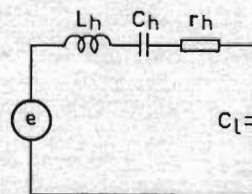
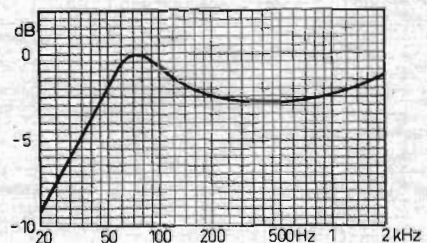

Fig. 8. Ekvivalent schema för högtalare inmonterad i sluten högtalarlåda.
Fig. 9. Frekvenskurva för system enl. fig. 8. Basresonansen höjes genom seriekopplingen av  $C_l$  och  $C_h$ .
Fig. 9 visar sista etappen vid framställningsproceduren. Den sågade germaniumskivan av 0,4 mm:s tjocklek (1) slipas ner till 0,2 mm:s tjocklek. Ur denna skär man sedan ut rektangulära små plattor av storleken  $4 \times 1,5$  mm
Fig. 9. Olika komponenter i den färdiga transistoren: 1) sågad germaniumskiva, 2) liten etsad platta av germanium, storlek  $4 \times 1,5$  mm, 3) germaniumplatta försedd med »indiumknappar», 4) germaniumplatta med pålörd baselektrod, 5) silvertrådar lödes på »indiumknapparna», 6) den färdiga transistoren innan höljet (7) påsatts.
serie med den ekvivalenta kretsen för högtalaren (jfr fig. 8). Därigenom höjes resonansfrekvensen (kapacitansen för två seriekopplade kapacitanser är ju mindre än den minsta kapacitansen i kretsen). Ju större den tillkommande »lådkapacitansen» är, ju mindre blir emellertid höjningen av basresonansfrekvensen. Den slutna högtalarlådan måste därför göras så stor som möjligt (den ekvivalenta kapacitansen för lådan ökar med den inneslutna luftvolymen) för att inte resonansfrekvensen skall höjas för mycket. (Fig. 9.)